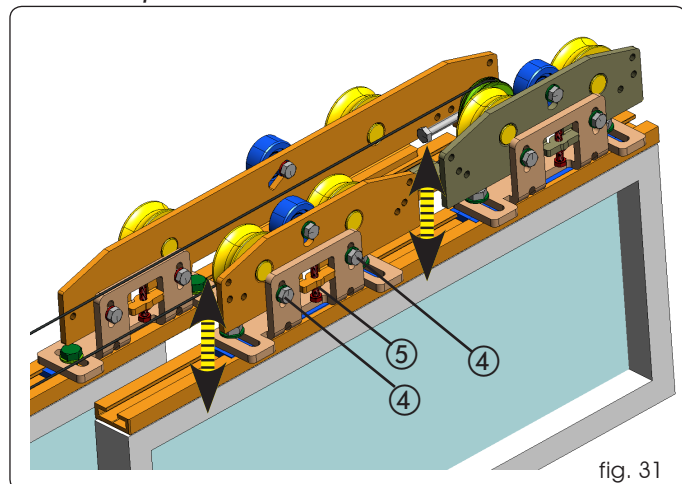

fig. 31
- Draai de twee M6 fig. 31 ref. ④ iets losser.
- Draai de schroef (fig.31 ref.⑤) met de wijzers van de klok mee om de vleugels op te lichten, en tegen de wijzers van de klok in om ze te laten zakken.